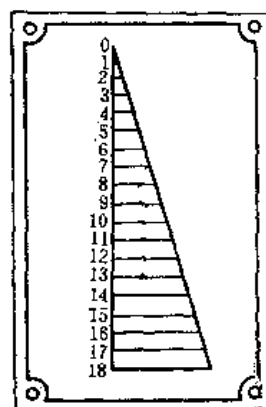
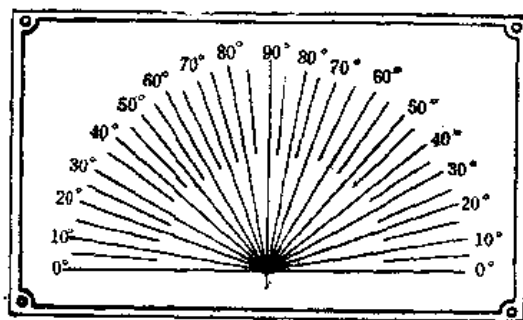

图8-9-1 振幅指示牌
图8-9-2 振角指示牌
① 测定振动角和振幅,可用仪器来测定,也可用振幅指示牌(图8-9-1)和振角指示牌(图8-9-2)来测量。